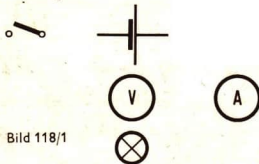

Bild 118/1
2. Vervollständige die Schaltskizze (Bild 118/1), wenn du sie in das Protokoll überträgst, so, daß mit der entsprechenden Schaltung die gestellte Aufgabe gelöst werden kann!